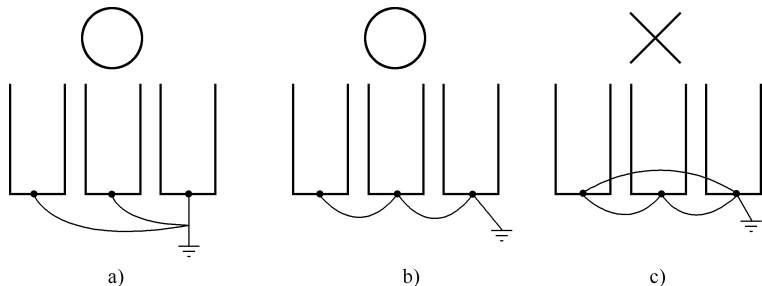

图 13-6 接地线不得形成回路
- ① 主回路端子 R、S、T，经接触器和断路器与电源连接，不用考虑相序。
② 不应以主回路的通断来进行变频器的运行、停止操作。需要用控制面板上的运行键（RUN）和停止键（STOP）来操作。
③ 变频器输出端子最好经热继电器再接到三相电动机上，当旋转方向与设定不一致时，要调换 U、V、W 三相中的任意两相。
④ 星形联结电动机的中性点绝不可接地。
⑤ 从安全及降低噪声的需要出发，变频器必须接地，接地电阻应小于或等于国家标准规定值，且用较粗的短线接到变频器的专用接地端子上。当数台变频器共同接地时，勿形成接地回路，如图 13-6 所示。